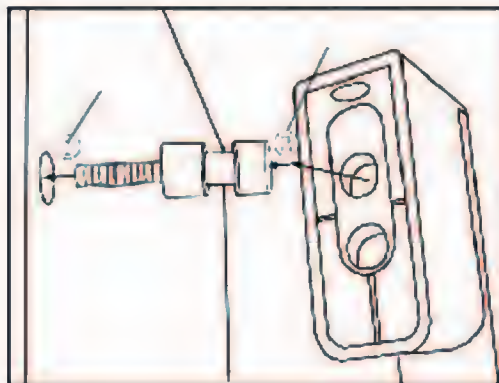

fig. 1
- 1) Posizionare la vite di connessione nell'apposito foro sulla porta del frigorifero con l'aiutilo di un cacciavite (come indicato dalla freccia 1 in fig. 1)